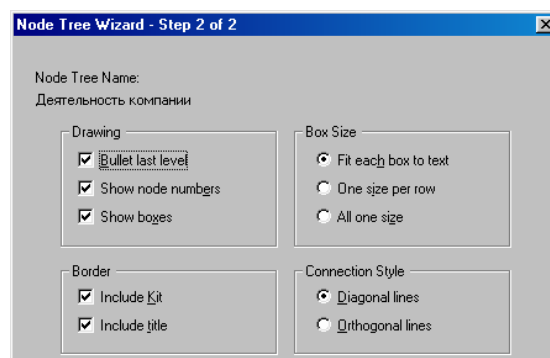

Рис. 62. Второе диалоговое окно гида **Node Tree Wizard**
3. Во втором диалоговом окне гида **Node Tree Wizard** установите опции, как показано на рис. 62.